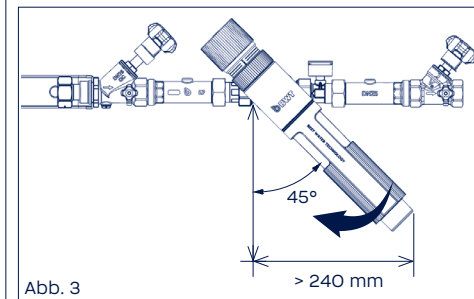

Abb. 3
3. Bringen Sie den Filter wie in der Abbildung 3 gezeigten  $45^\circ$  Position.